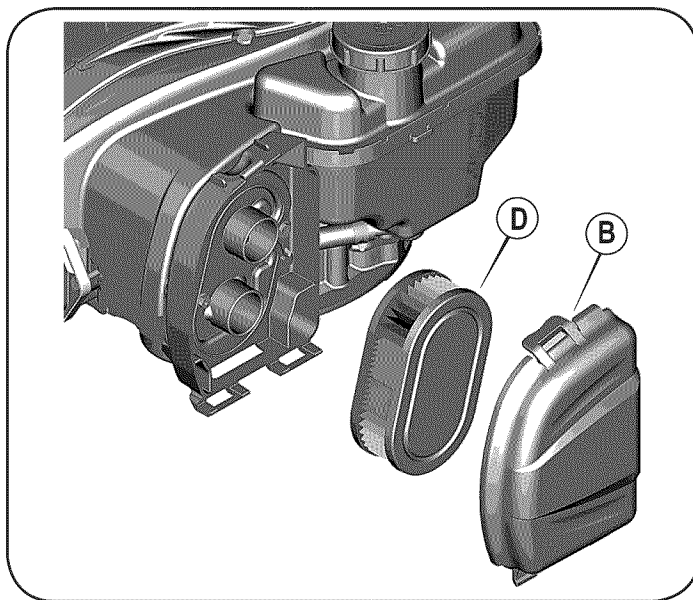

Figura 15
1. Abra la tapa (B). Vea la Figura 15.
2. Quite el filtro (D).
4. Instalar el filtro (D).
5. Cierre la tapa (B).
2. Incline la cortadora de césped de modo que quede apoyada sobre el alojamiento, mantenga el silenciador de costado hacia abajo. Refiérase a la figura 15. Sostenga firmemente la cortadora.